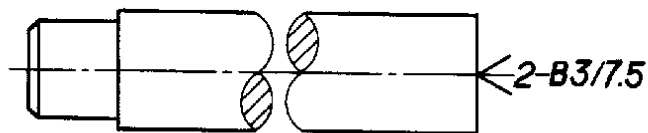

图 2
3.2 如同一轴的两端中心孔相同，可只在一端标出，但应注出其数量（图 2）。